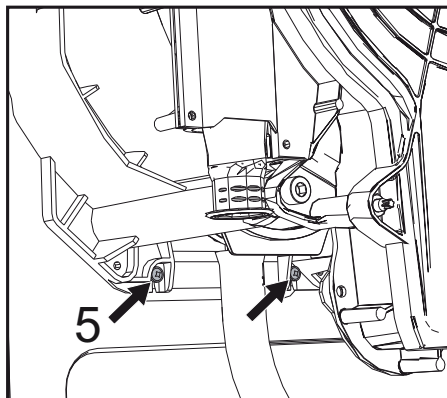

fig. 50
- Afloje los dos tornillos **inferiores "5"** que fijan el intercambiador al bastidor (fig. 50)